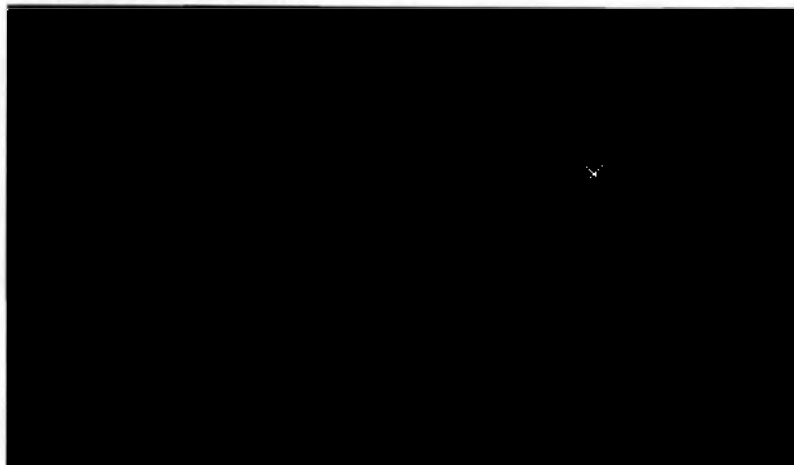

Рис.20.1 – Пример системного сообщения
20.1.1. В ходе работы на экране Прибора могут появляться системные сообщения. Примеры всплывающих окон представлены на рис.20.1.